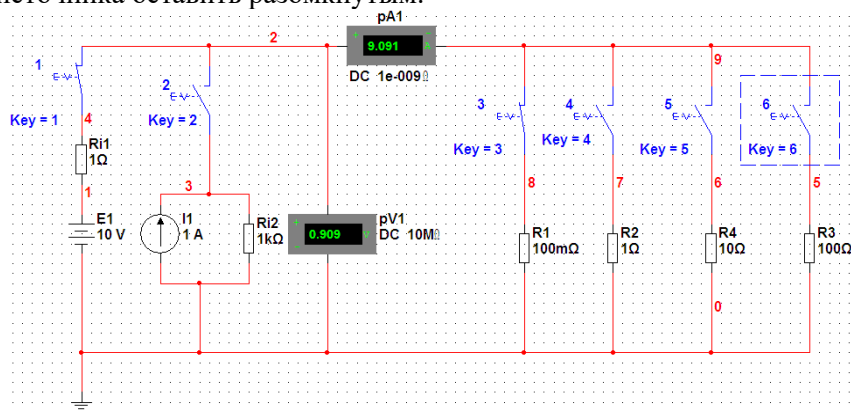

Рис. 18. Схема исследования источников ограниченной мощности
1. Собрать схему исследования источника напряжения ограниченной мощности (для нечетного варианта N) или источника тока ограниченной мощности (для четного варианта N), представленную на рис. 18. Предварительно необходимо установить одно из трех значений R_i указанного диапазона. Номер варианта определяется по сумме двух последних цифр студенческого билета.